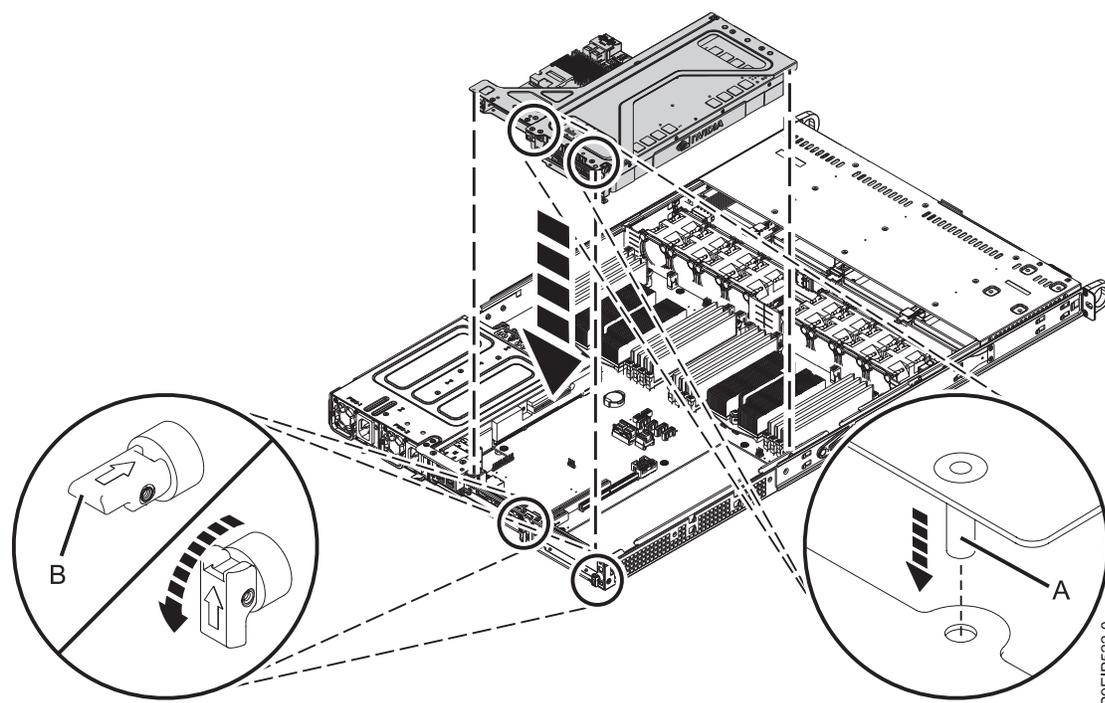

Figura 32. Cómo volver a colocar la tarjeta de expansión PCIe
- c. Coloque la tarjeta de expansión del adaptador PCIe y los adaptadores PCIe que contiene en la placa posterior del sistema, como se muestra en la Figura 32.